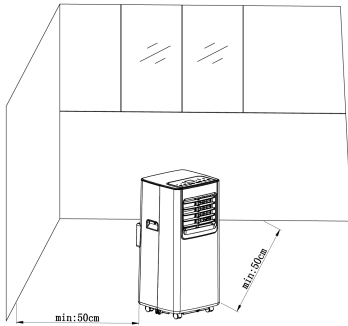

Fig. 1
- Le produit doit être posé sans entrave à une distance de 50 cm minimum par rapport à d'autres objets ou obstacles. Les ouvertures pour la sortie d'air (2) doivent être dirigées dans la pièce. Voir fig. 1.